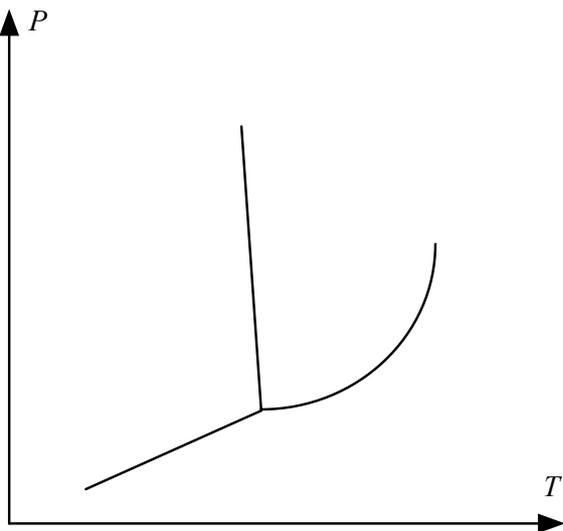

Figure 1
Les diagrammes  $P = f(T)$  et  $P = f(V)$ , représentés respectivement sur les figures 1 et 2, sont les diagrammes simplifiés, et non annotés, du corps pur eau.
- 1) Recopier et compléter ces deux diagrammes (figure 1 et 2), en précisant la nature des différentes portions de courbes, ainsi que celle des différents domaines délimités.